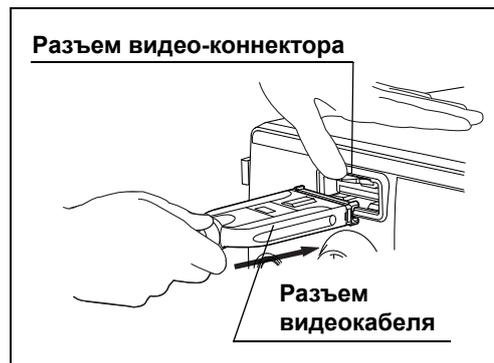

рисунок 3.37
- 3 Удостоверьтесь в том, что отметка UP на видео-коннекторе направлена вверх. (см. рис. 3.37)